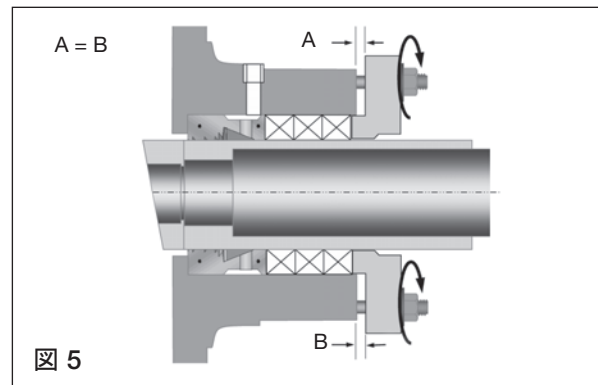

図 5
5. パッキングランド/フォロワーを取付け、グランド/フォロワーがスタッフィングボックス内に最低3 mm (1/8") 挿入されるまでグランドボルトをスパナで締めます (図5)。
7. グランドノーズがスタッフィングボックス内のパッキンに接するまで、交互にグランドボルトを指で締め付けます。グランドとスタッフィングボックス面の間に均等な間隔があることを確認します (図5)。